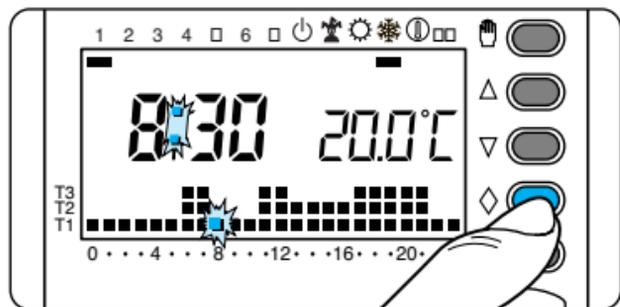

Fig. 43
9.4 - Per uscire dal programma JOLLY e riportare l'apparecchio in funzionamento AUTOMATICO premere nuovamente il pulsante \diamond (fig. 43). Se si desidera prenotare il programma JOLLY per un giorno diverso da quello corrente, pro-